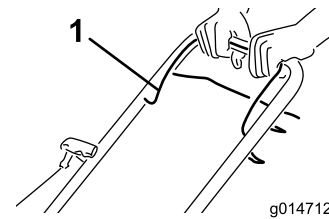

Bild 15
1. Ziehen Sie den Schaltbügel (Bild 15) zum Holm und halten ihn in dieser Stellung.